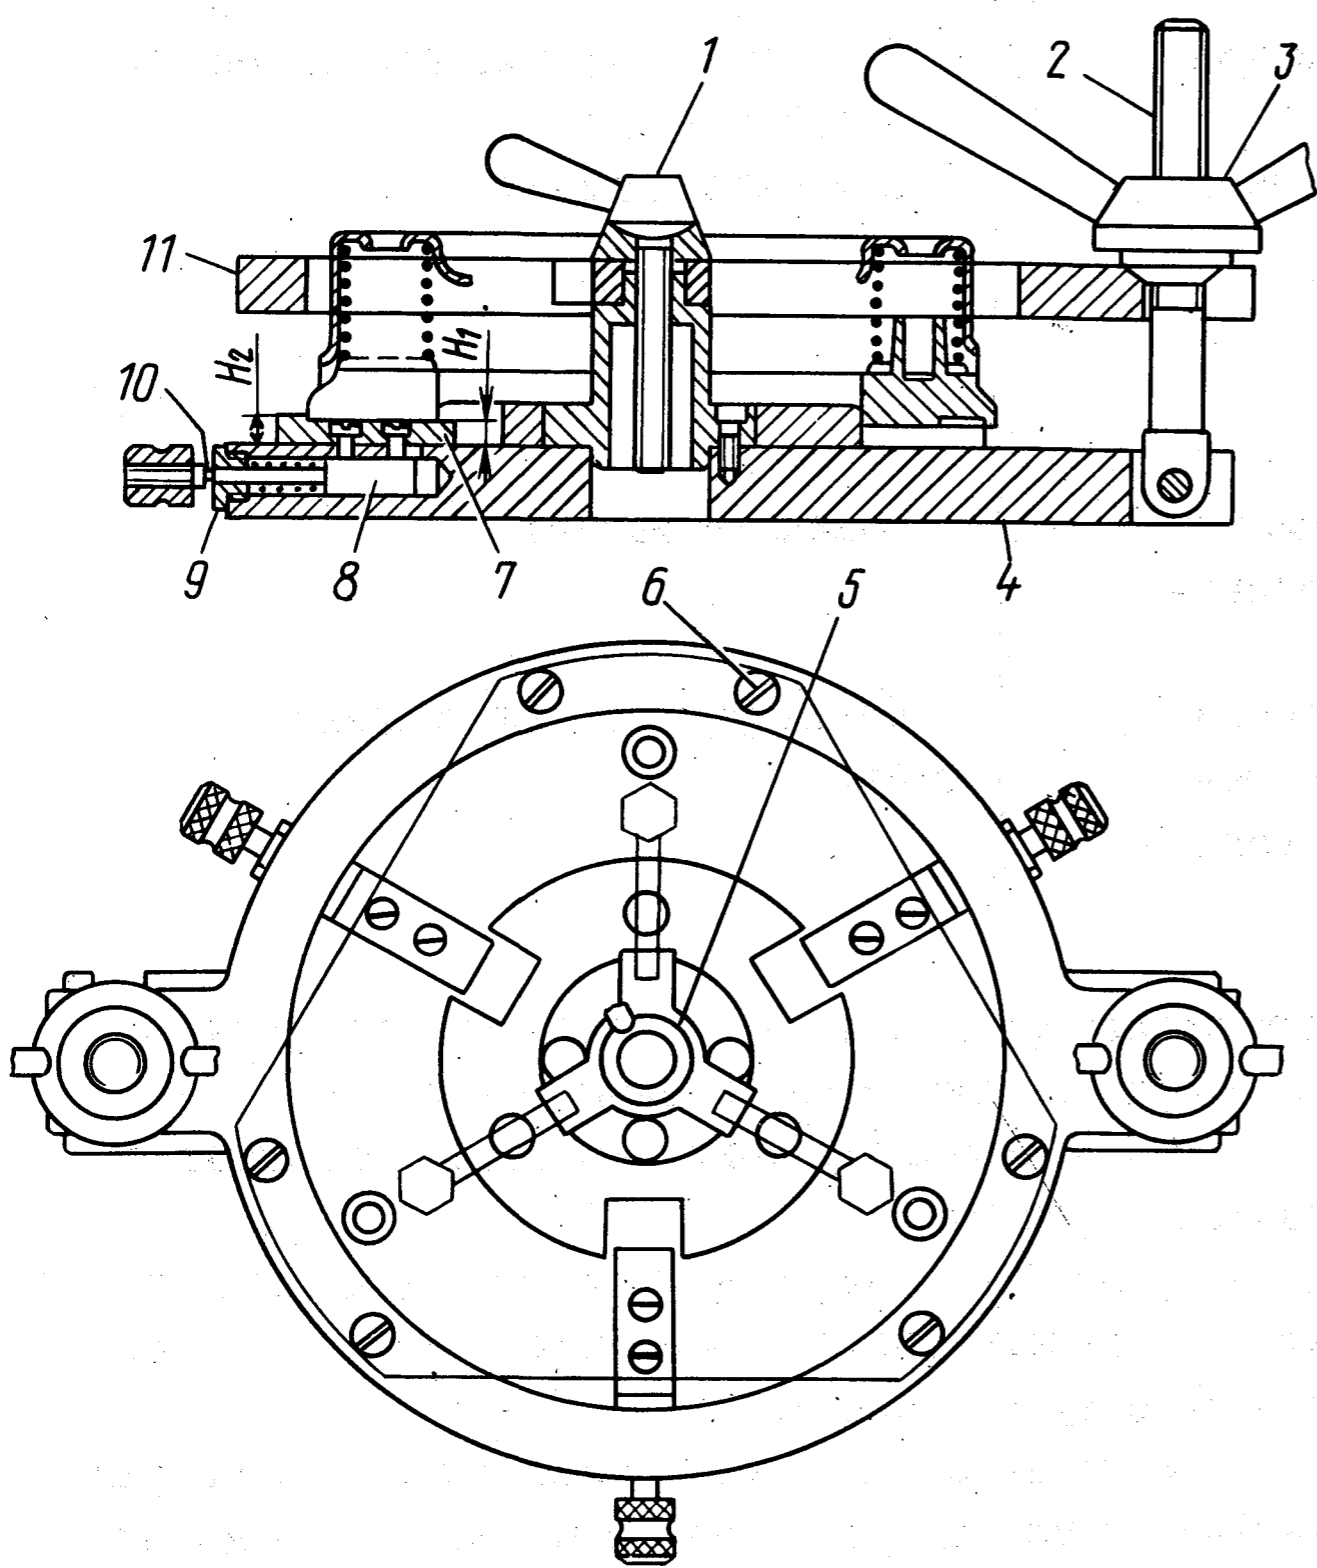

Рис. 95. Приспособление 7820-5079 для разборки и сборки ведущего диска сцепления:
- установить ведущий диск в сборе на плоскость плиты 4 приспособления (рис. 95);
Сборка ведущего диска производится на приспособлении (см. рис. 95) в порядке, обратном разборке.